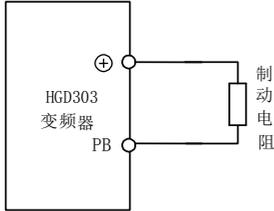

图 11-1 制动电阻的连接
- 15kW 及以下规格 HGD303 变频器的制动电阻连接如图 11-1 所示。